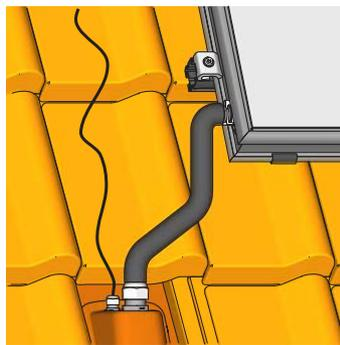

Fig. 3-42 Fase di lavoro 15
15. Spingere il flessibile termoisolante appiattito sopra il raccordo (fig. 3-42).